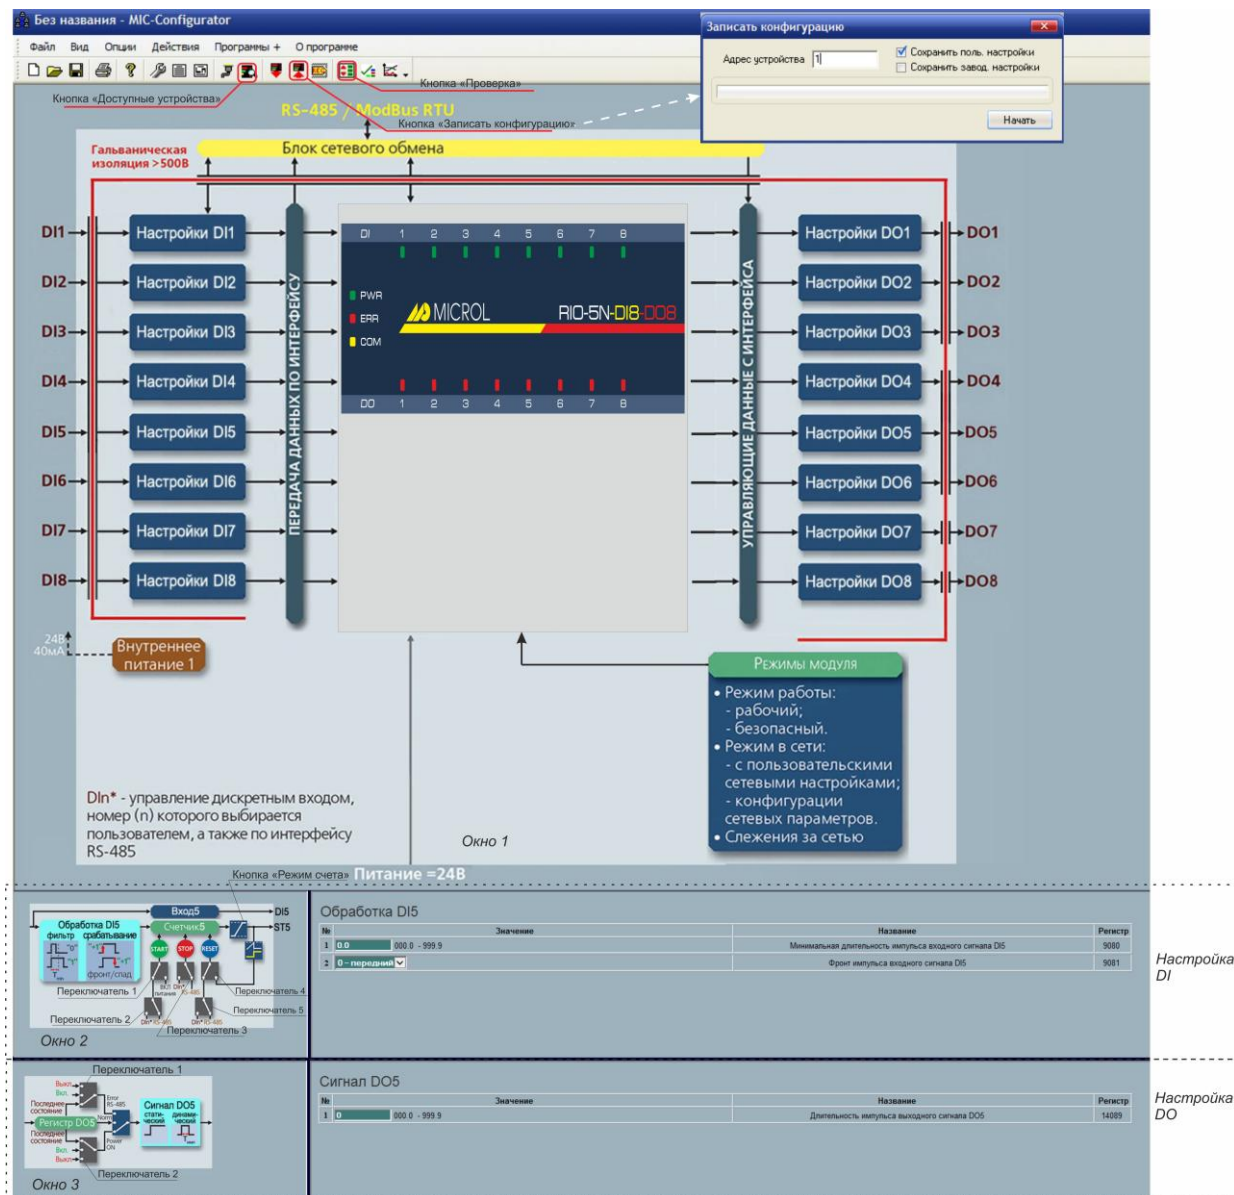

Рисунок 4.7 - Редагування конфігурації
4.3.6.2 У вікні редагування параметрів натиснути клавішу "Блок мережевого обміну" (див. рис. 4.7).